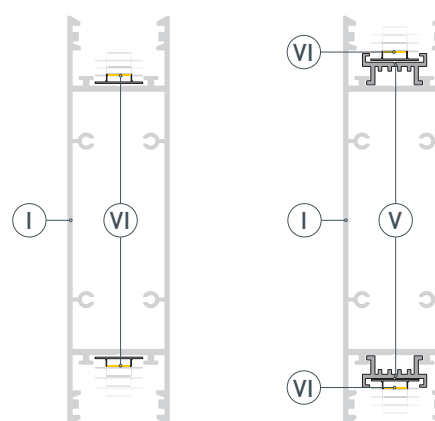

Рис. 2. Профиль с основанием для ленты
- 2 /** Установите в профиль I светодиодные ленты VI на нижнюю и верхнюю площадки для лент. В случае установки профиля с асимметричным экраном необходимо установить основания для лент V, как показано на рис. 2.